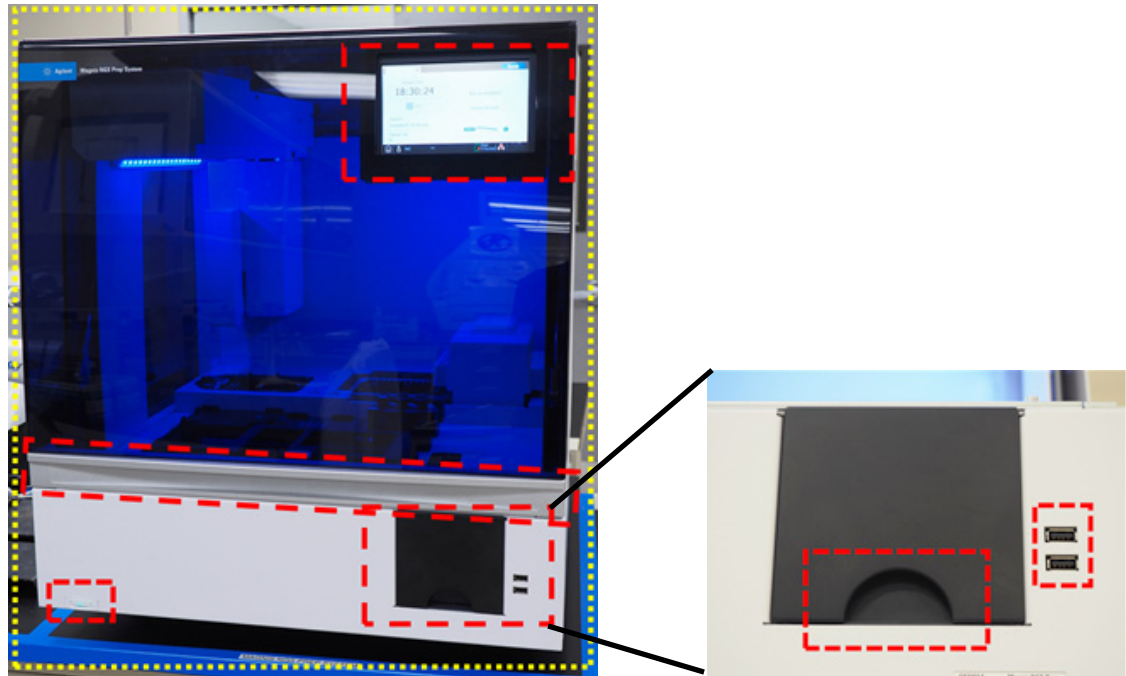

Abbildung 28 Abzuwischende Außenflächen auf der Vorderseite des Geräts
- b Außenseite des Geräts – Vorderseite:** Schließen Sie die Gerätetür. Wischen Sie mit einem mit 70%igem Isopropylalkohol befeuchteten Labortuch vorsichtig über die in **Abbildung 28** gelb und rot umrandeten Flächen. Zu diesen Bereichen gehören der Touchscreen, der Ein-/Aus-Schalter, die Klappe des Abfallbehälters (einschließlich der Vertiefung, die beim Öffnen/Entfernen hilft) und das vordere Plexiglas. Ziehen Sie die Schublade des Abfallbehälters heraus und wischen Sie das Innere des Abfallbehälters ab. Wischen Sie den Bereich um die USB-Anschlüsse ab (befeuchten Sie nicht die elektrischen Kontaktstellen). Alle gelb umrandeten Bereiche müssen abgewischt werden. Die rot umrandeten Bereiche erfordern eine besonders sorgfältige Reinigung.